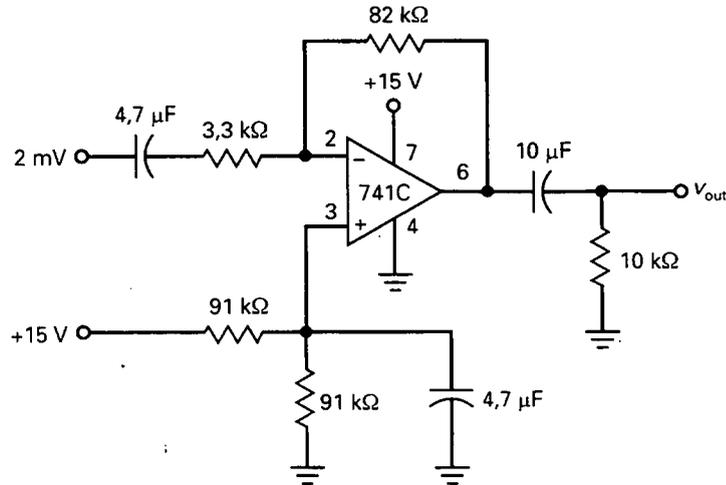

Figura 20-42
- 20-35. ¿Cuál es la ganancia de tensión en el amplificador inversor de una fuente de alimentación de la Figura 20-42? ¿Y las tres frecuencias de corte inferiores?